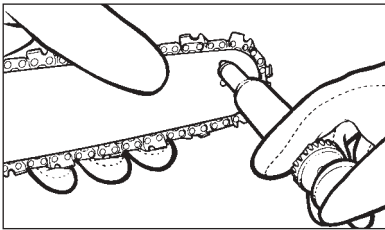

Abb. 23
- Stecken Sie die Nadelspitze der Ölspritze (Option) in das Ölungsloch und spritzen Sie das Öl hinein, bis es an der Aussenseite der Zahnung hervortritt (Abb. 23).